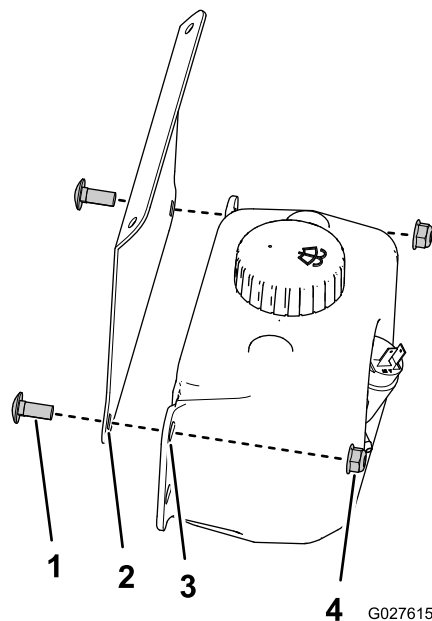

Figura 15
1. Monte o depósito do líquido de lavagem no suporte de montagem da garrafa de lavagem com os 2 parafusos de carroçaria (5/16 x 3/4 pol.) e 2 porcas de bloqueio (5/16 pol.), como mostrado na Figura 15.